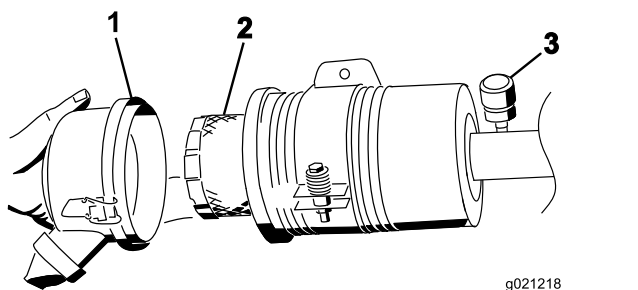

Figura 58
3. Retire e substitua o filtro (Figura 58).